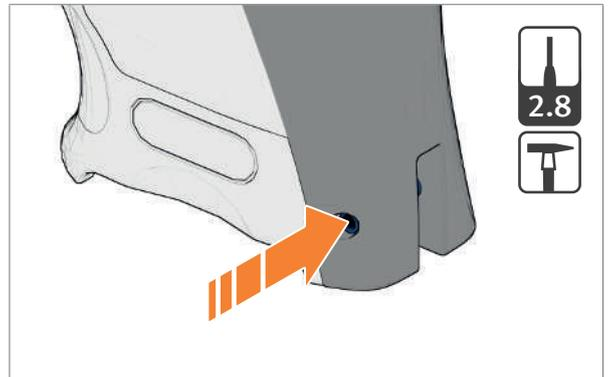

Abb. 28: Spannstift für Griff Rücken austreiben
1. Spannstift für Griff Rücken austreiben (Abb. 28).